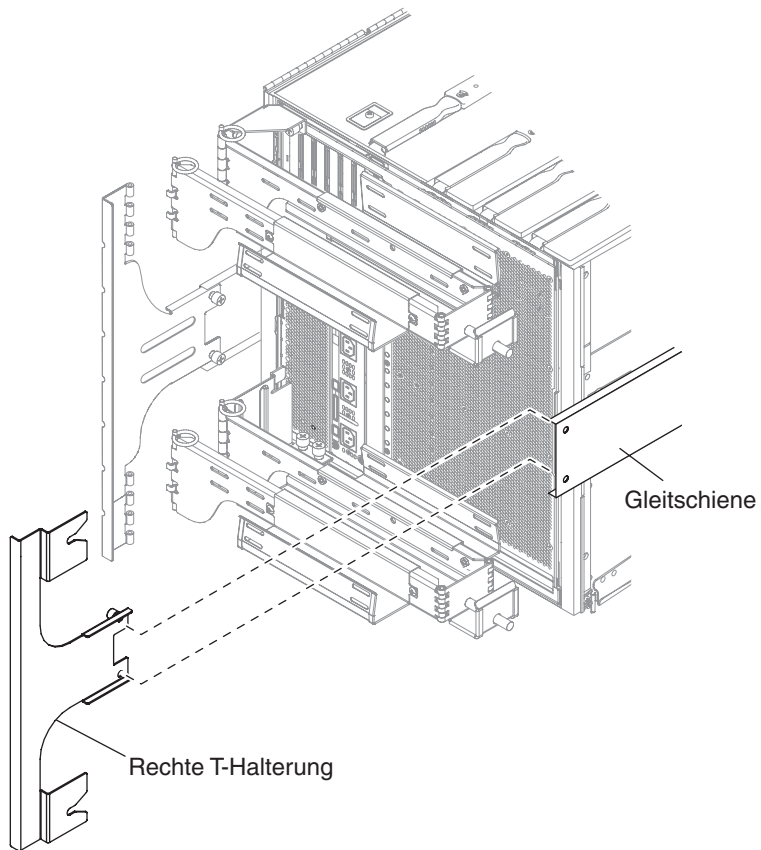

ABBILDUNG 1-22 Befestigen der rechten T-Halterung
8. Befestigen Sie die rechte T-Halterung mit den beiden unverlierbaren Schrauben an der rechten Gleitschiene (ABBILDUNG 1-22).